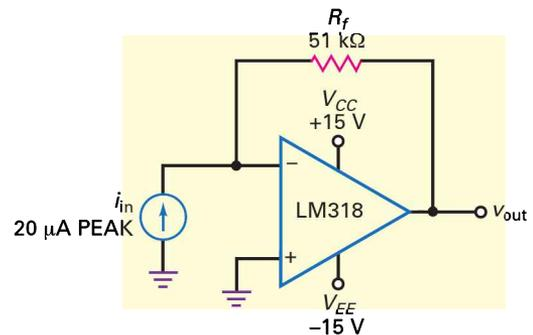

Figure 17.17
- 17.8 **III Multisim** Sur la figure 17.17, la valeur de la fréquence est 1 kHz. Quelle est la tension de sortie ?
- 17.9 **III Multisim** Quelle est la tension de sortie sur la figure 17.17 si la valeur de la résistance de réaction passe de 51 kΩ à 33 kΩ ?
- 17.10 Sur la figure 17.17, le courant d'entrée devient 10,0 μA_eff. Quelle est la valeur crête à crête de la tension de sortie ?